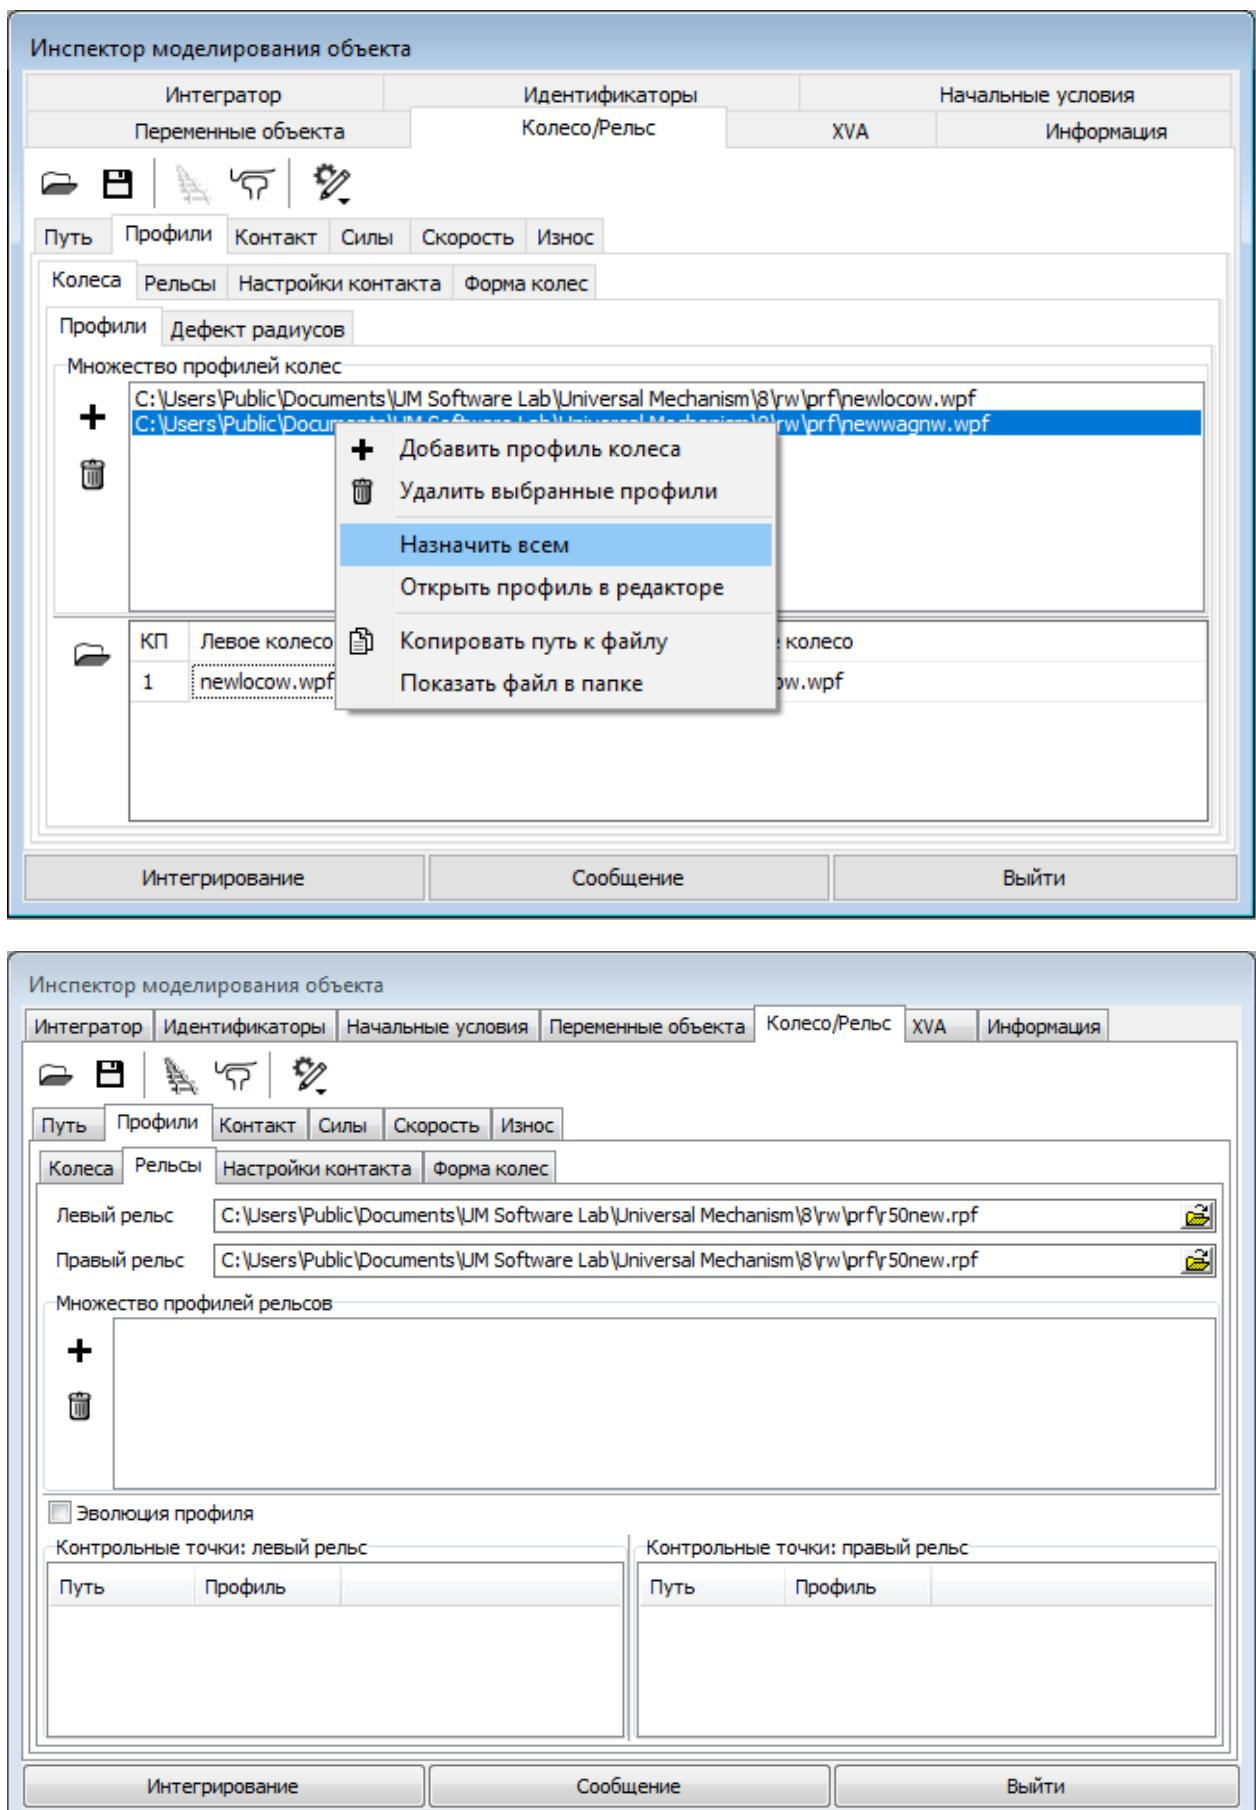

Рис. 1.2. Настройка профилей колёс и рельсов
5. В таблице в верхней части окна, выберите только что добавленный профиль, вызовите контекстное меню и выберите пункт меню **Назначить всем**, см. рис. 1.2, сверху.
7. В полях **Левый рельс** и **Правый рельс** выберите нужный файл **\*.rpf**, например, **r50.rpf**, см. рис. 1.2, снизу.